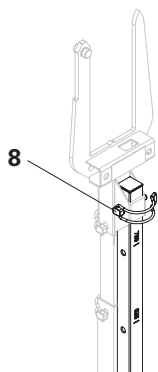

Fig. A4.02
1. Estrarre lo spinotto ferma-tubo (8). (Fig. A4.02)